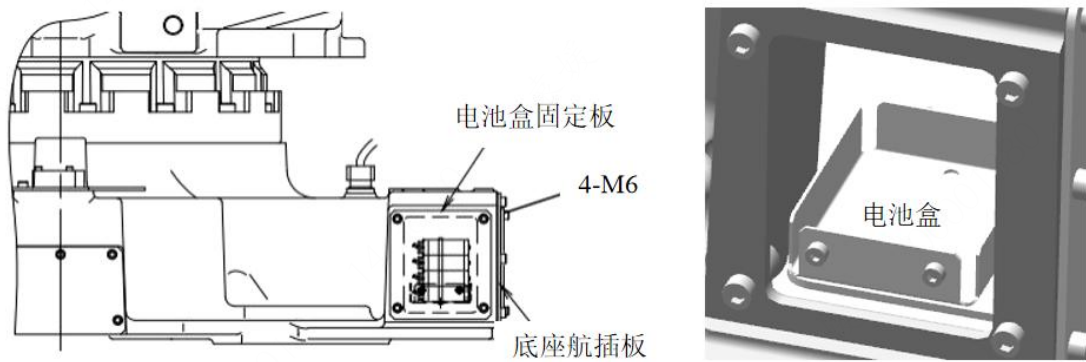

图 4-6 ER210-2700 V2 机器人电池组位置图
- 3) 从电池组安装板上取下旧电池，将新电池固定在板上，注意电池正负极性。重新连接电池线缆，如下图 4-6、4-7 所示。